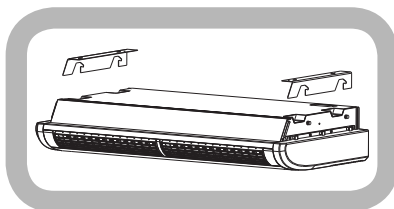

Рисунок 7
- b. поднять устройство и закрепить его при помощи гаек М8 (Рис. 7).